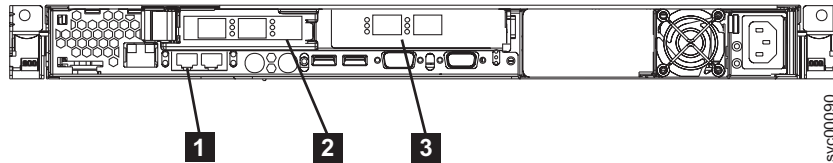

図 41. SAN ボリューム・コントローラーの後部にあるコネクタ
1. イーサネット・ケーブルをイーサネット・ポート **1** に接続します。78 ページの図 41 を参照してください。
- お客様の構成の必要に応じて、ファイバー・チャンネル・ケーブルをファイバー・チャンネル・ポート **2**、**3** および **4** に接続します。図 41 を参照してください。これらの番号は、お客様のケーブル接続表に示されている番号に対応しています。